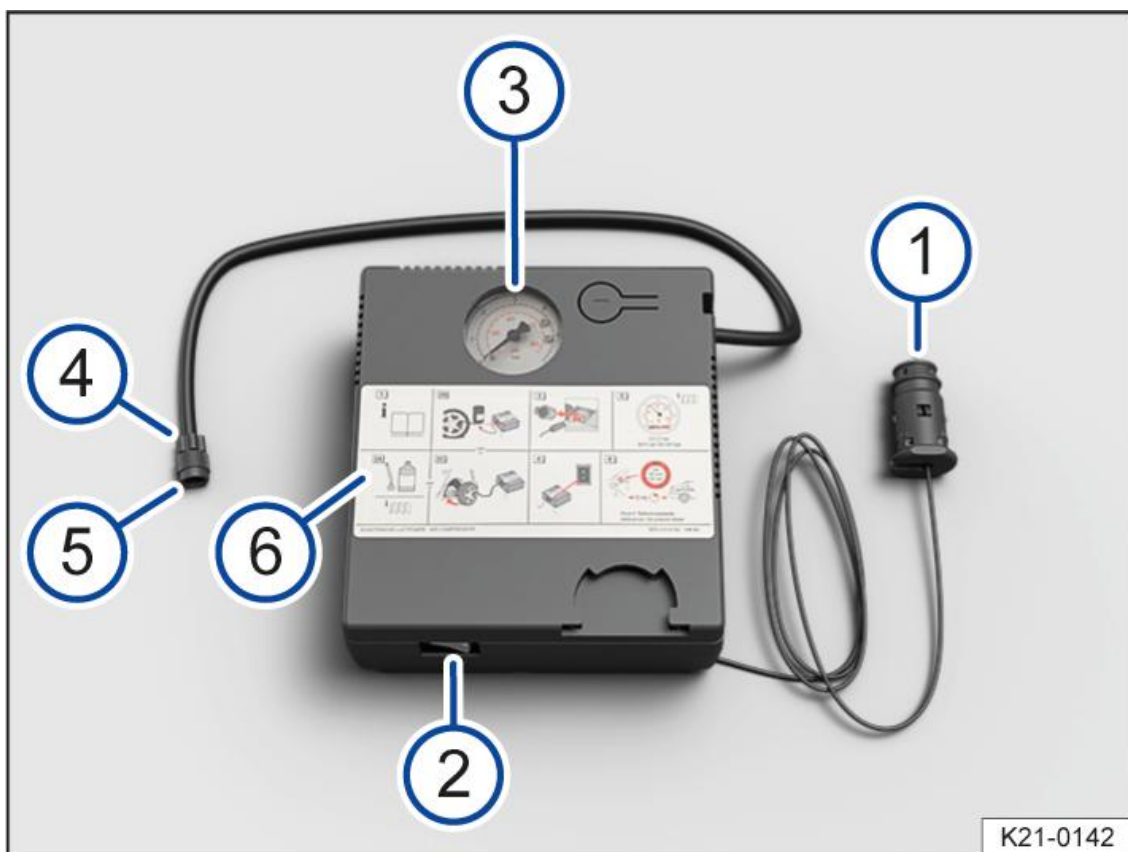

Fig. 2 Il compressore del kit per la riparazione dei pneumatici
1. Avvitare bene il tubo flessibile → *fig. 2* (5) del compressore alla valvola del pneumatico.
2. Accertarsi che la vite di sfiato → *fig. 2* (4) sia avvitata.
4. Infilare la spina da 12 volt → *fig. 2* (1) in una delle prese da 12 volt del veicolo (→ *Prese elettriche*).
5. Agendo sull'interruttore ON/OFF → *fig. 2* (2) accendere il compressore.